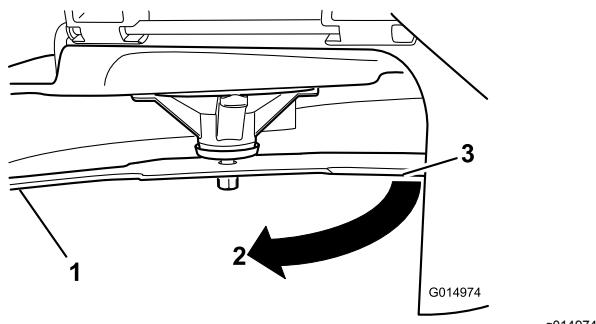

Figura 58
3. Distanza misurata tra la lama e la superficie (A)
4. Ruotate la stessa lama di 180 gradi in modo che il tagliente opposto si trovi ora nella stessa posizione (Figura 58).